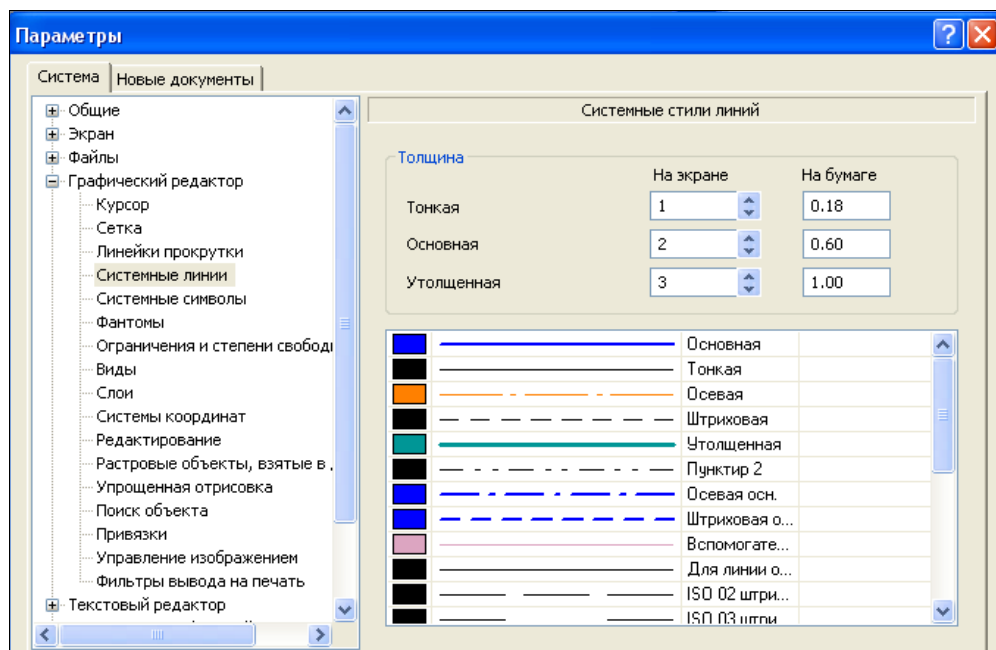

Рис. 15.10. Диалоговое окно **Параметры** с открытой панелью **Системные стили линий**
- ◆ щелкните ЛК мыши по пункту **Системные линии**. В правой части появилась панель **Системные стили линий** (рис. 15.10). Для настройки системных линий: